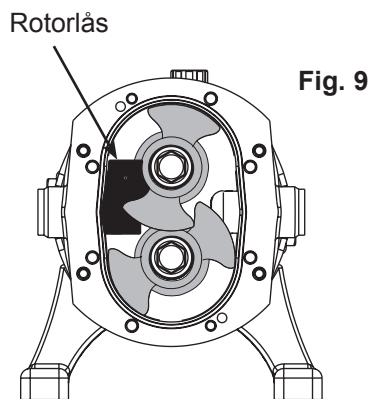

Fig. 9
1. Afmonter tandhjulene (54) som beskrevet i afsnit 4.6.
2. Afmonter tandhjulsfeder (40), evt. afstandsskiver (53), afstandsring (52) og låsering (51).
3. Ret den bøjede tap på spændskiven (49) ud.
4. Placér rotorlåsen som vist på fig. 9 og løsn møtrikken (50) på drivakslen (38).